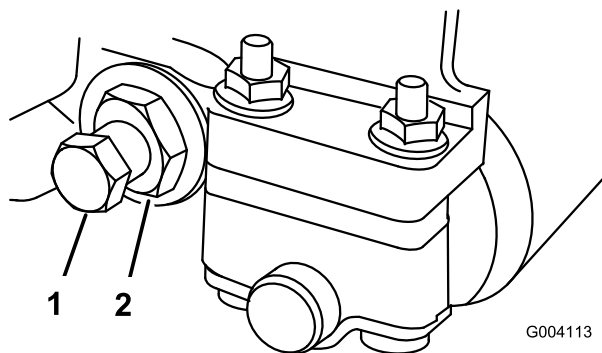

Bild 57
2. Drehen Sie die Federspannungsmutter so weit hinaus, bis die Scheibe nicht mehr gegen den Untermesserträger angespannt ist (Bild 57).
3. Lösen Sie an jeder Seite der Maschine die Klemmmutter, mit der die Schraube des Untermesserträgers befestigt ist (Bild 57).